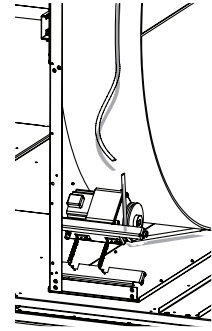

Abb. 17
- Zum Austausch des Antriebsriemens gehen Sie wie folgt vor: Den neuen Rundriemen auf die Trommel auflegen, mit einem Stück Klebeband fixieren und durch das drehen der Trommel mit der Hand, den Riemen einfädeln (s. Abb. 17).